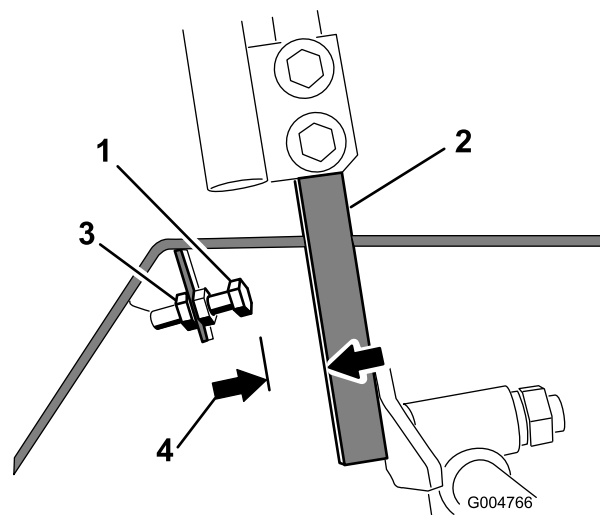

Figure 87
4. Desserrez l'écrou de blocage sur le boulon d'arrêt de l'un des leviers de commande (Figure 87).